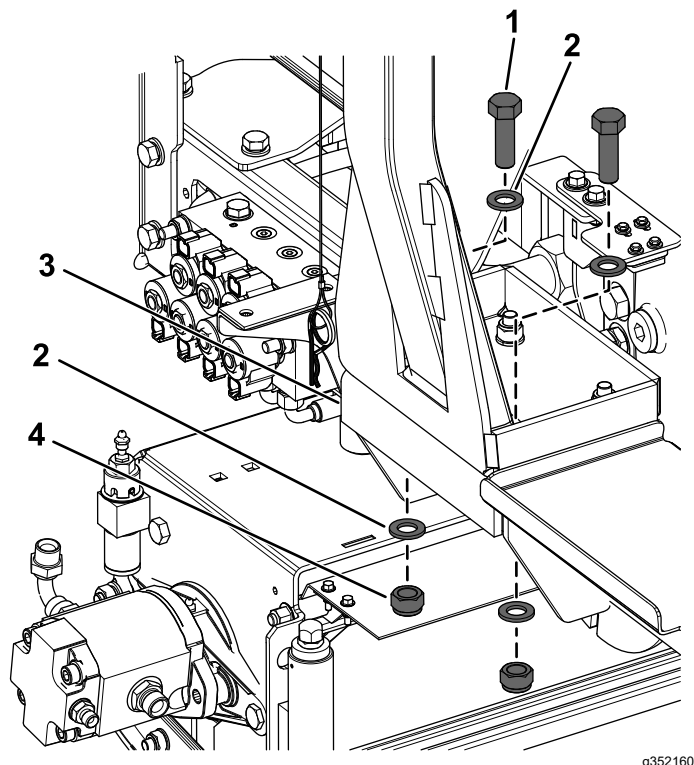

Figura 6
1. Retire los 2 pernos de cabeza hexagonal (16 x 50 mm), 4 arandelas y 2 contratuercas (16 mm) del soporte de ROPS izquierdo (**Figura 6**).